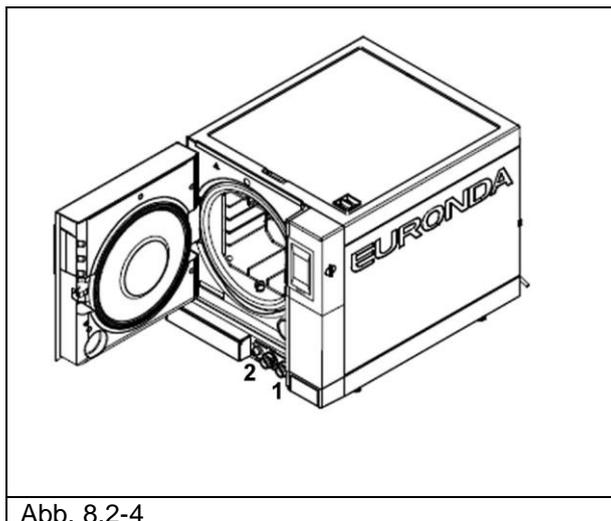

Abb. 8.2-4
1. Zum Entleeren des Frischwassertanks, das angeschlossene Ende des mitgelieferten Schlauchs in den Anschluss unten auf der Frontseite (1 von Abb. 8.2-4) und das andere Ende in ein leeres Gefäß stecken.
2. Den internen Brauchwassertank entleeren: dazu den mitgelieferten transparenten Schlauch mit einem Ende in den Anschluss unten an der Vorderseite des Geräts stecken (2 in Abb. 8.2-4) und das andere Ende in einen leeren Behälter einführen.